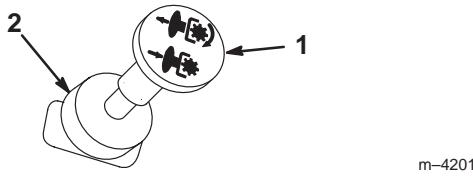

Bild 9
- Ziehen Sie den ZWA-Schalter heraus, um ihn zu aktivieren (Bild 9).
Schieben Sie den ZWA-Schalter auf „Aus“ (Bild 9).